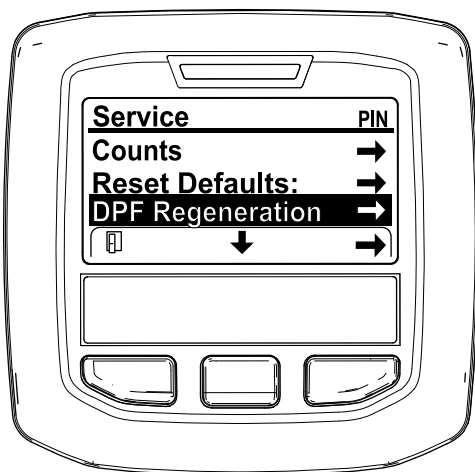

Figura 50
3. En el menú SERVICE (Servicio), pulse el botón del medio hasta que aparezcan las opciones de DPF REGENERATION (Regeneración de DPF) y pulse el botón derecho para seleccionar la opción DPF REGENERATION (Regeneración de DPF) (Figura 50).